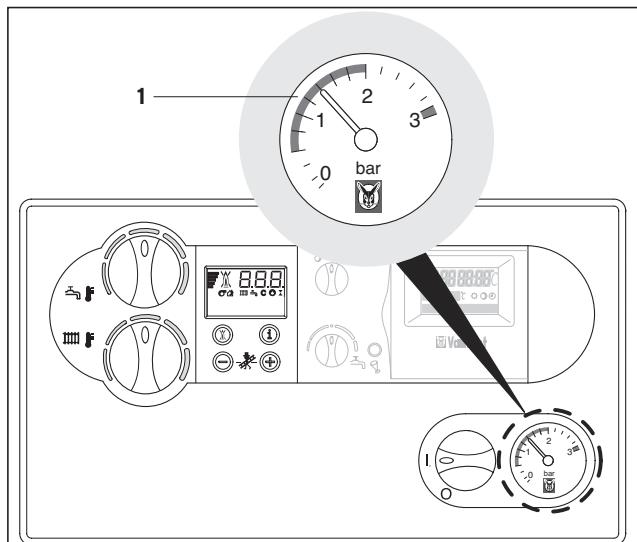

Рис. 3.4 Контроль давления воды
3.2.2 Контроль давления воды в системе отопления (рис. 3.4)
- Проверьте **давления воды в системе отопления** манометре (1).
- Для обеспечения бесперебойной работы системы отопления при холодной системе стрелка манометра (1) должна находиться в области давления при наполнении 1,0-2,0 бар. Если она показывает ниже 0,8 бар, добавьте воду в систему. Если система отопления расположена на нескольких этажах, на манометре может потребоваться более высокое давление. По этому вопросу обращайтесь в Ваше специализированное предприятие.